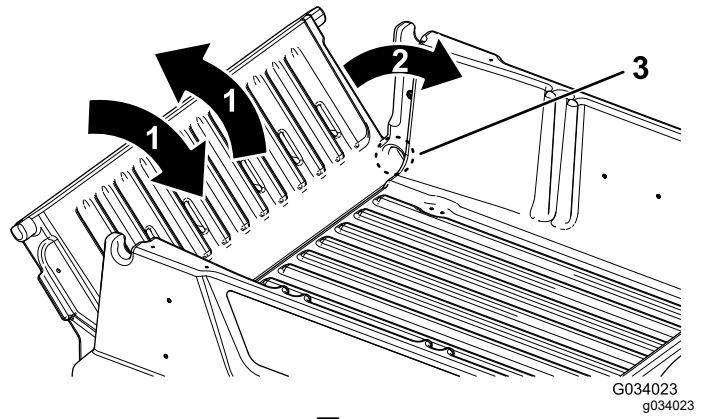

图 16
2. 然后将尾门旋转到大约 45 度的位置 图 16。
3. 以短促震动的方式前后旋转尾门几次 图 16。